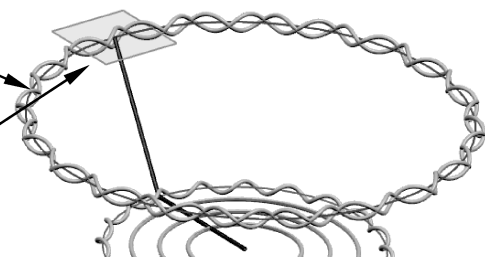

图 5-112 创建镜像特征
- 12 下面对管道特征进行镜像。在菜单栏中执行【插入】|【关联复制】|【镜像特征】命令，打开【镜像特征】对话框，选择管道特征进行镜像，如图 5-112 所示。